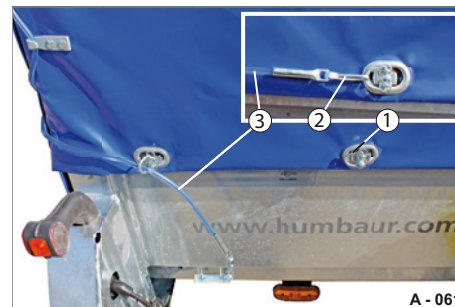

Abb. 66 Planenteil entriegeln
- ▶ Lösen Sie den Karabinerhaken (Abb. 66/2) aus der Krampe (Abb. 66/1).
- ▶ Ziehen Sie das Spannseil (Abb. 66/3) aus den Ösen heraus.